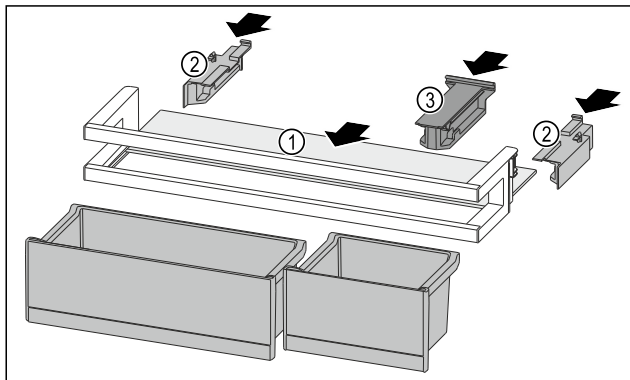

Fig. 95
- Inserire il ripiano Fig. 95 (1) negli incavi laterali.
- Inserire gli elementi laterali Fig. 95 (2).
- Inserire l'elemento di tenuta Fig. 95 (3).